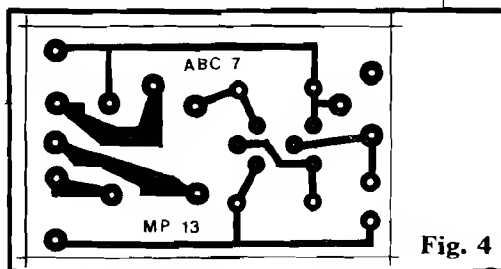

Fig. 4
- **FIG. 4** - Circuito Impresso específico, em tamanho natural (escala 1:1), permitindo a cópia (carbonagem) direta. A Seção "TRUQUES & DICAS" de ABC nº 5 mostrou os diversos "mace-tes" e técnicas básicas para a confecção de uma placa específica de Circuito Impresso... "Vão lá"... O padrão é muito simples e está ao alcance da pouca prática (relativa...) dos "Alunos". Tudo é só uma questão de atenção e cuidado (tratem de ir treinando, pois já avisamos que as Montagens Práticas e Definitivas do ABC, daqui pra frente, serão praticamente **todas** dentro dessa técnica... Vocês já passaram daquela fase do "Jardim de Infância", realizando as montagens em barras de conectores, não é...?).